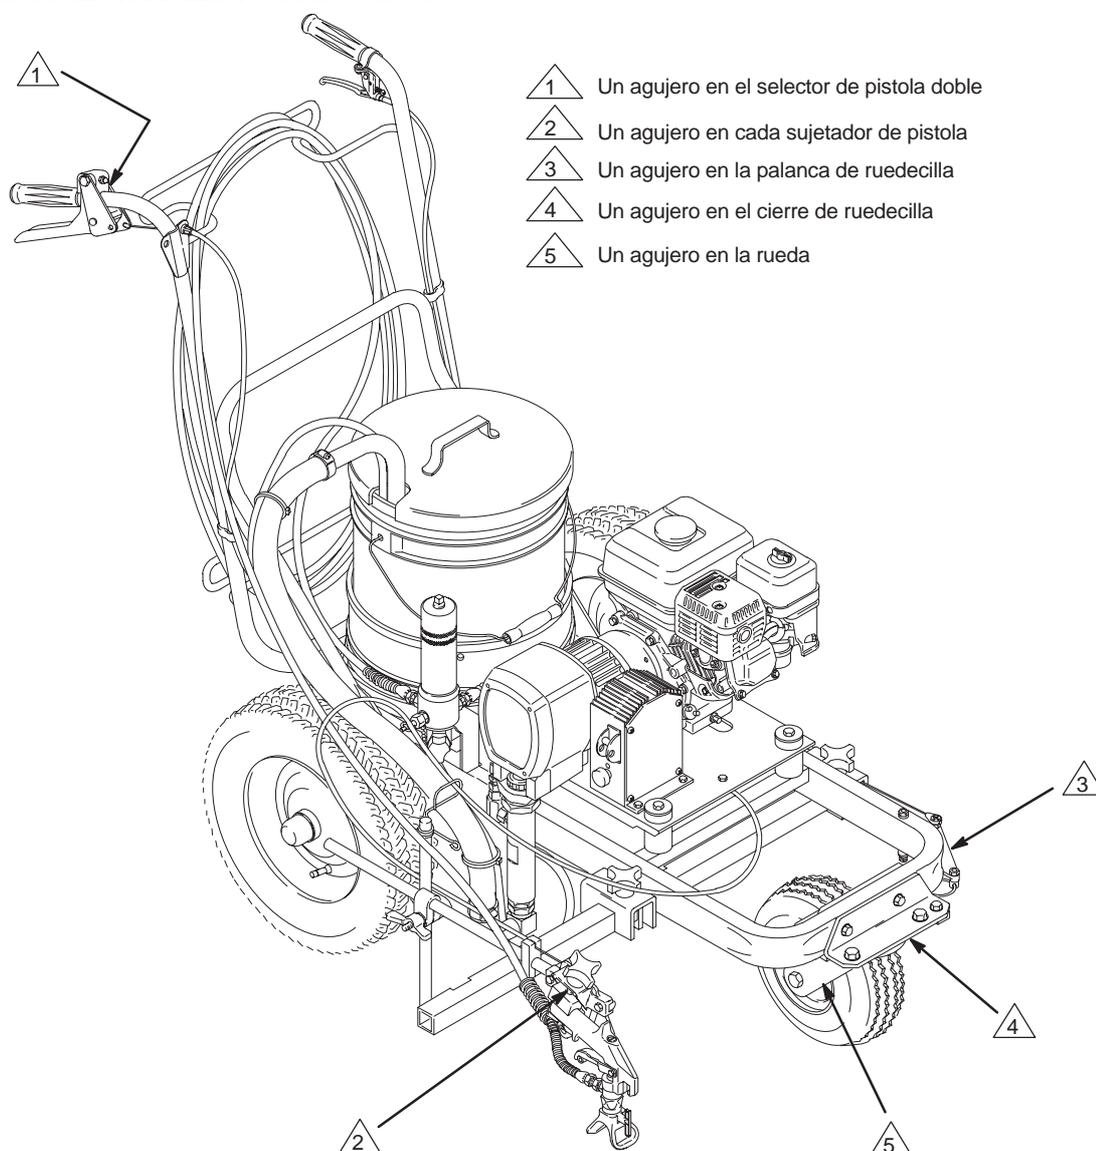

Fig. 19
Semanalmente: Utilizar una pistola de grasa para engrasar los agujeros (32) en esta unidad. La grasa purga áreas pivote de acumulación de pintura. Véase la Fig. 19.